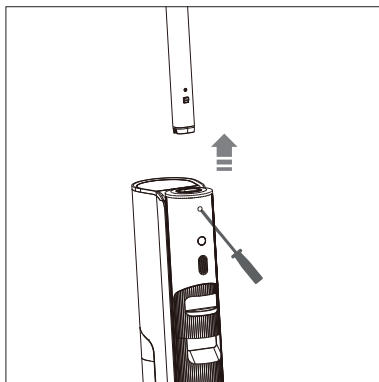

Fig. 20 – Rimozione dell'impugnatura
- ▶ Con un attrezzo adatto (ad es. un cacciavite), esercitare una pressione nella piccola apertura sotto l'impugnatura e tirare l'impugnatura verso l'alto per rimuoverla (**vedere Fig. 20**).